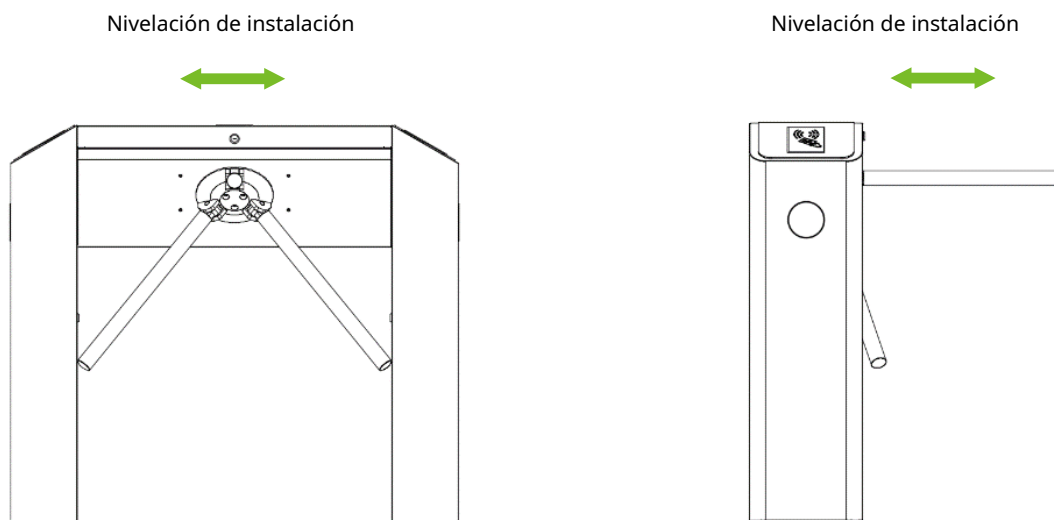

Figura 3-5
- Instale el torniquete en la placa de montaje y apriete los tornillos. Aplique pegamento de seguridad para tornillos antes de usar y coloque juntas en los tornillos para ajustar la dirección del torniquete. Si el torniquete del trípode no está nivelado, puede colocar juntas para ajustar, como se muestra en la Figura 3-5.